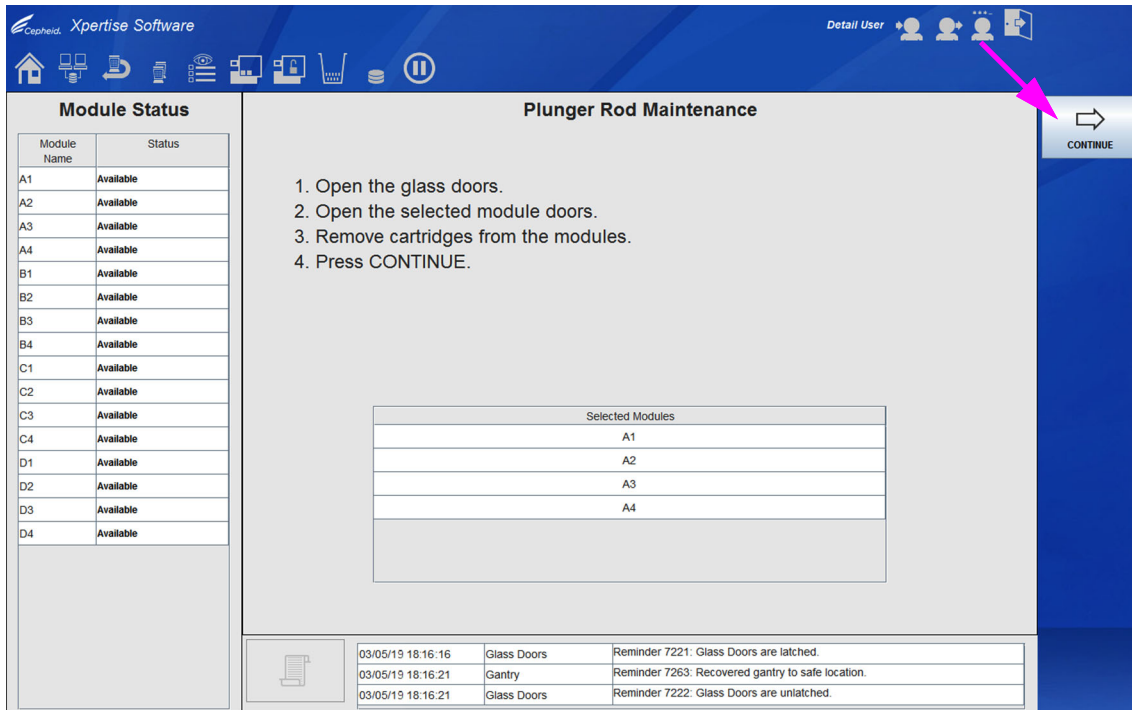

図 9-32. プランジャーロッドのメンテナンスワークスペース
6. **清掃 (CLEAN)** ボタンを選択します (図 9-31 を参照)。2番目のプランジャーロッドのメンテナンス (Plunger Rod Maintenance) ワークスペースが手順とともに表示されます。図 9-32 を参照。
7. 選択したモジュールが正しいことを検証します (図 9-32 を参照)。